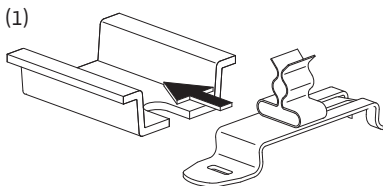

Fig. 17:
**Pålegging av kabelisoleringer på isoleringsklemmene (SC...FC ... BM), se fig. 17 - 20.**